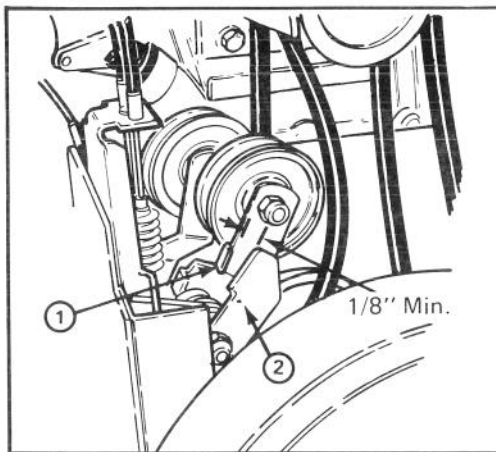

Figure 27
3. Vérifiez le réglage du galet-tendeur et des freins. Il doit y avoir un dégagement minimum de 3 mm entre la patte du levier intermédiaire de direction de la roue hélice et le bras du frein (Fig. 27). Si l'espace est plus petit, la courroie doit être remplacée.